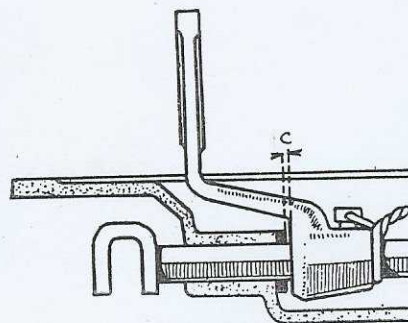

Fig. 19. — Réglage de la fourchette de troisième et quatrième vitesses
- Pour limiter la course de la fourchette de 3^e-4^e, amener cette fourchette jusqu'au verrouillage par la bille. A cette position, le jeu en « c » (figure 19) doit être de 0,5 mm. Obtenir ce jeu en plaçant sur l'axe des rondelles disponibles sous le n° 501 018.